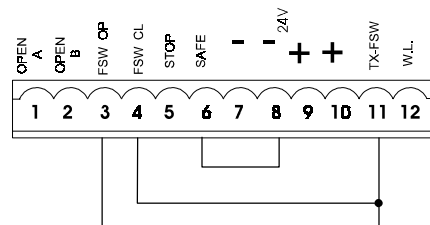

Fig. 26
**N.B. Si on n'utilise aucun dispositif de sécurité, ponter les bornes d'après la fig. 26.**
**Nota bene**: Si on ne connecte aucun dispositif de sécurité en ouverture, ponter les entrées **FSW OP** et **-TX FSW** (fig. 26).
**Nota bene**: Si on ne connecte aucun dispositif de sécurité en fermeture, ponter les bornes **FSW CL** et **-TX FSW** (fig. 26).
**Nota bene**: Si les dispositifs de sécurité bord ne sont pas connectés, ponter les entrées **SAFE** et **-**. (fig. 26).